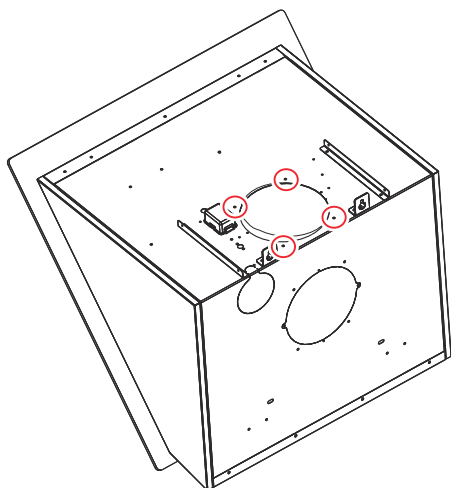

Fig. 13: Løsn motorens skruer
1. ➡ Løsn motorens skruer (Fig. 13).